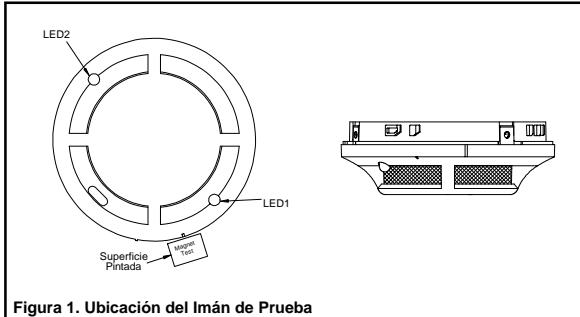

Figura 1. Ubicación del Imán de Prueba
- Posizionare il magnete (Accessorio M02-24, opzionale) sul bordo del sensore a circa 2 cm dal LED 1 di Figura 1, vicino alla porta MOD.
1. Pruebe el sensor situando el imán de prueba (Modelo M02-24 - opcional) al lado de la carcasa exterior a unos 2 cm de distancia del LED1 en dirección a la pequeña línea marcada en la superficie de la cabeza del detector, según se indica en la **Figura 1**.